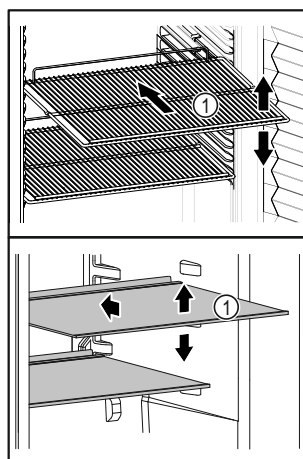

Fig. 58 Immagine a titolo di esempio
- ❑ Se i ripiani Fig. 58 (1) sono spostati, adattare i ripiani in base all'altezza.